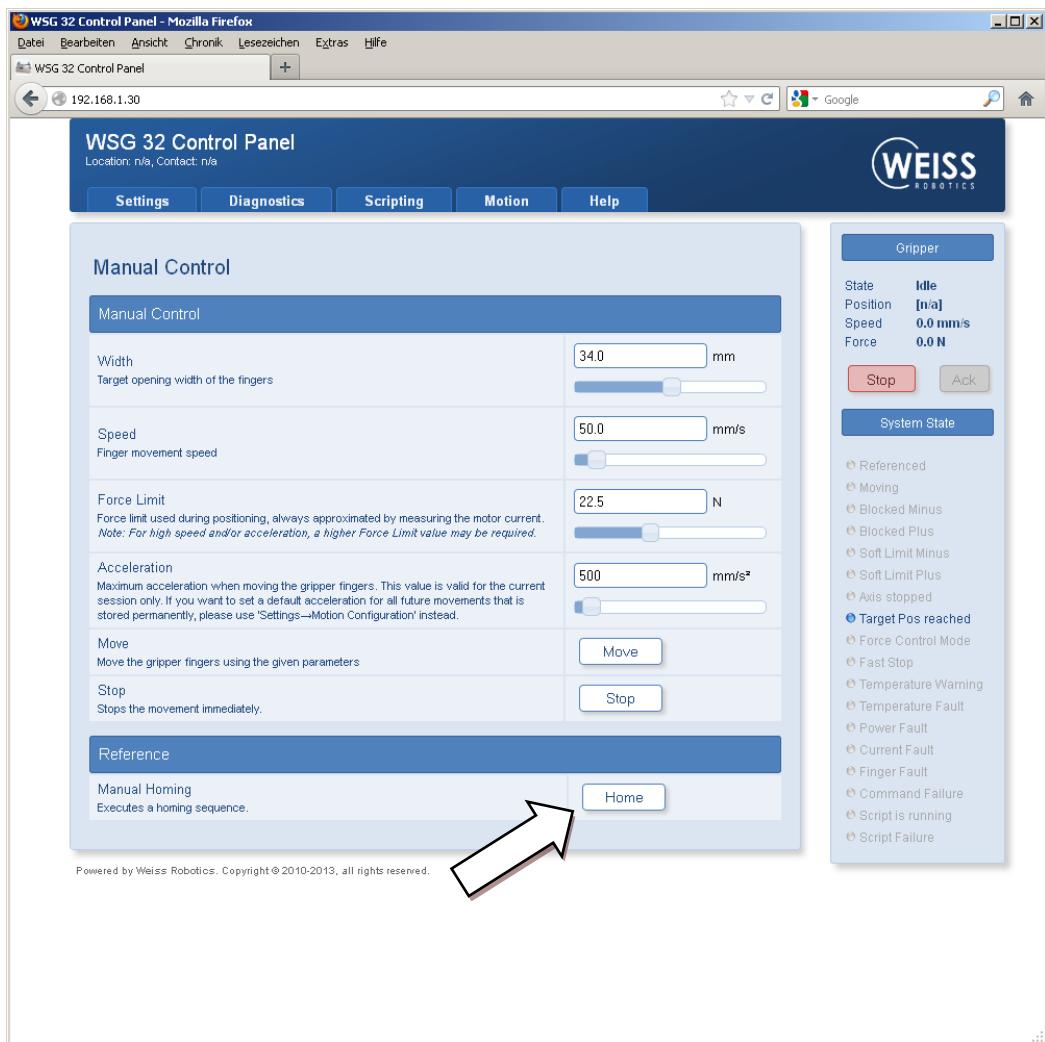

Abbildung 19: Konfigurationsseite „Manual Control“
6. Wählen Sie den Menüpunkt „Motion → Manual Control“ und klicken Sie auf die Schaltfläche „Home“ (Abbildung 19). Das Modul wird sich nun referenzieren.